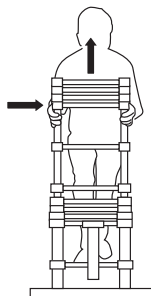

Fig. 1
4. Utilice ambas manos para sujetar el peldaño pertinente a la altura que necesite (Fig. 1) y levántelo hasta que los pasadores de bloqueo encajen en su sitio (Diagrama 2 para el primer paso y Diagrama 5 para los peldaños).